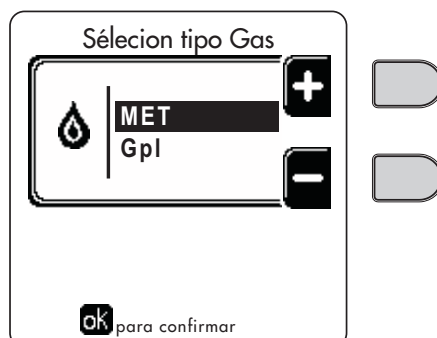

fig. 63 - Selección del tipo de gas
6. Modifique el parámetro correspondiente al tipo de gas como se indica a continuación. Abra la pantalla ilustrada en la fig. 63 con la ruta "MENÚ DE USUARIO ➡ Mantenimiento ➡ Modo Test ➡ Selección del tipo de gas". Pulse las teclas contextuales 1 y 2 para elegir el tipo de gas. Confirme con la tecla OK.